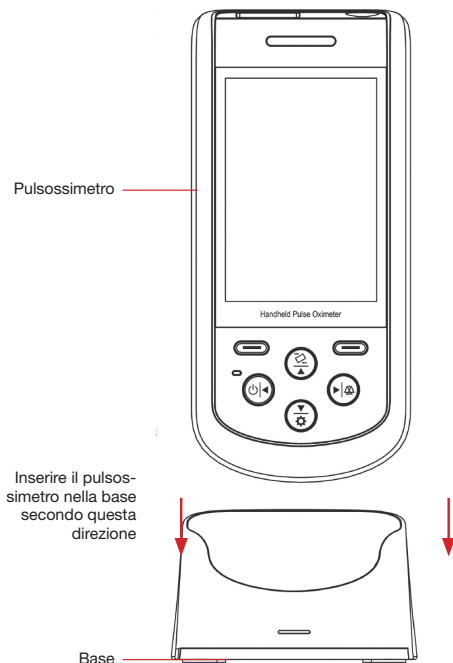

Figura 2.2 Collegamento
- 2) Inserire correttamente il dispositivo nella base caricabatterie, e fare attenzione ai segni di polarità, come mostrato nella figura 2.2.